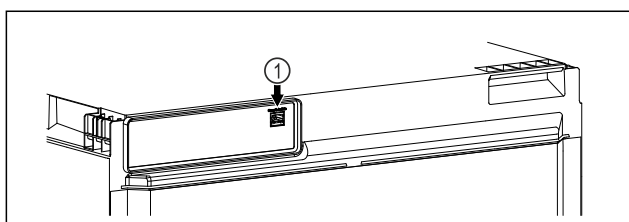

Fig. 18
- SmartModule Fig. 18 (1) ist eingesetzt.